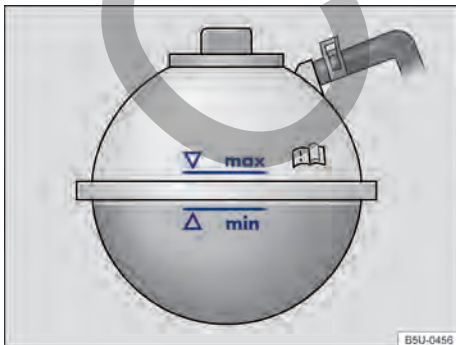

Fig. 169 En el compartimento del motor: marca en el depósito de expansión del líquido refrigerante del motor.
- Con el motor frío, comprobar el nivel del líquido refrigerante del motor por la marca lateral del depósito → fig. 169.
- El nivel del líquido refrigerante del motor debe permanecer dentro de la marca del depósito → fig. 169. **¡No completar por encima de la marca "máx" → ⓘ!**
- Completar con líquido refrigerante del motor solamente hasta la marca "máx" → fig. 169. De lo contrario, al calentarse, el líquido excedente sería expulsado del sistema de refrigeración del motor y podrá causar daños.